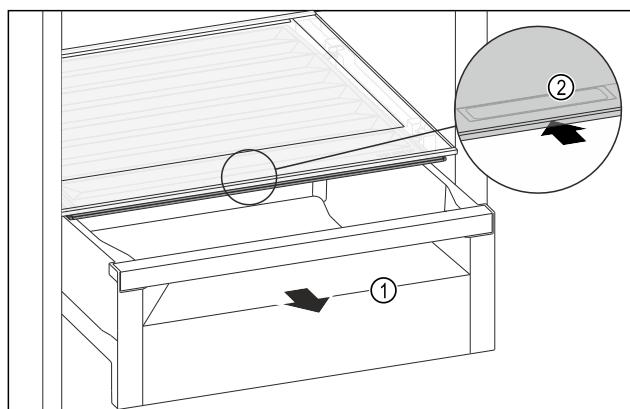

Fig. 99
- Schubfach *Fig. 99 (1)* herausziehen.
- Griffmulde *Fig. 99 (2)* am Fachdeckel anfassen und Fachdeckel gleichzeitig nach hinten schieben.